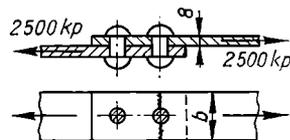

Bild 40
71. Zwei Flachstähle von je 8 mm Dicke sollen durch zwei Niete nach Bild 40 verbunden werden, so daß sie eine Zugkraft von 2500 kp aufnehmen können. **a)** Wie groß ist der Nietdurchmesser auszuführen bei einer zulässigen Abscherspannung von 900 kp/cm^2 ? **b)** Welche Breite b müssen die Flachstähle erhalten, wenn die zulässige Zugspannung 1200 kp/cm^2 betragen darf?